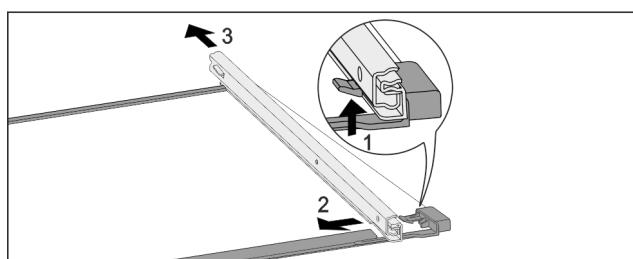

Fig. 150 Sklenená doska s koľajničkami
- Potlačte predný západkový hák nahor. Fig. 150 (1)
- Odsuňte vyťahovaci koľajničku do strany Fig. 150 (2) a dozadu Fig. 150 (3).